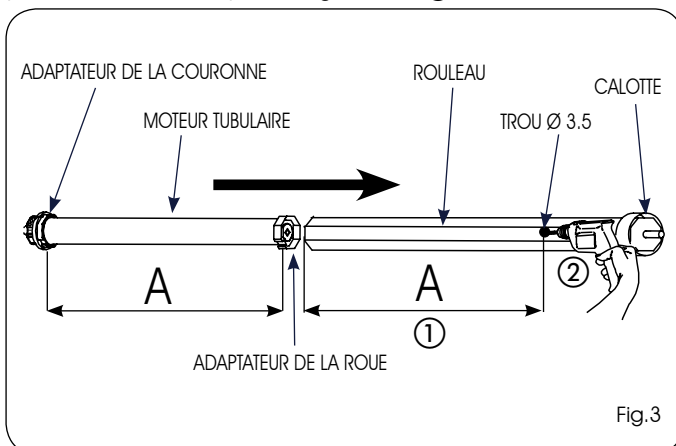

Fig.3
- 1) Réaliser un trou avec un foret $\varnothing 3$ mm sur le rouleau (Fig.3 réf.②) à la distance A (Fig.3 réf.①), en faisant référence au tableau 1.